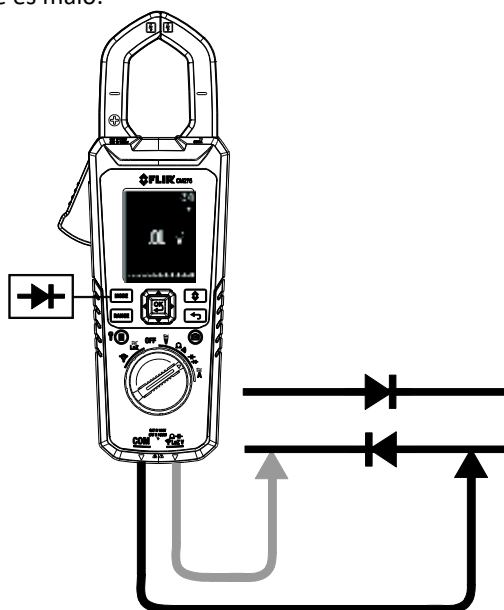

Fig. 9-6 Prueba Clásica de Diodo
4. Toque la punta de la sonda a través del diodo o empalme semiconductor en una polaridad (dirección) y luego en la polaridad opuesta como se muestra en la Fig. 9-6.
3. Inserte cable negro de prueba en el enchufe negativo COM y el cable rojo de prueba en el enchufe positivo Ω . Consulte la **Fig. 9-6** arriba.